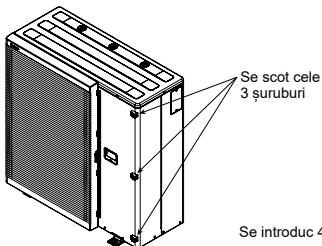

Fig. 6-1
- Se scot cele 3 șuruburi fixate pe placă frontală a unității. (Fig. 6-1)